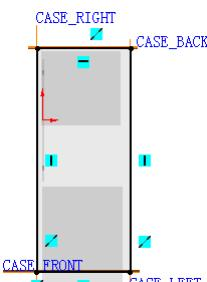

图 17.4.8 草图
Step1. 创建新零件。选择下拉菜单 **插入(I)** → **零部件①** → **新零件②** 命令。
Step2. 完成上步操作后，系统将自动选择“草图绘制”命令。选择 CASE_BOTTOM 为草图平面，绘制图 17.4.8 所示的草图。